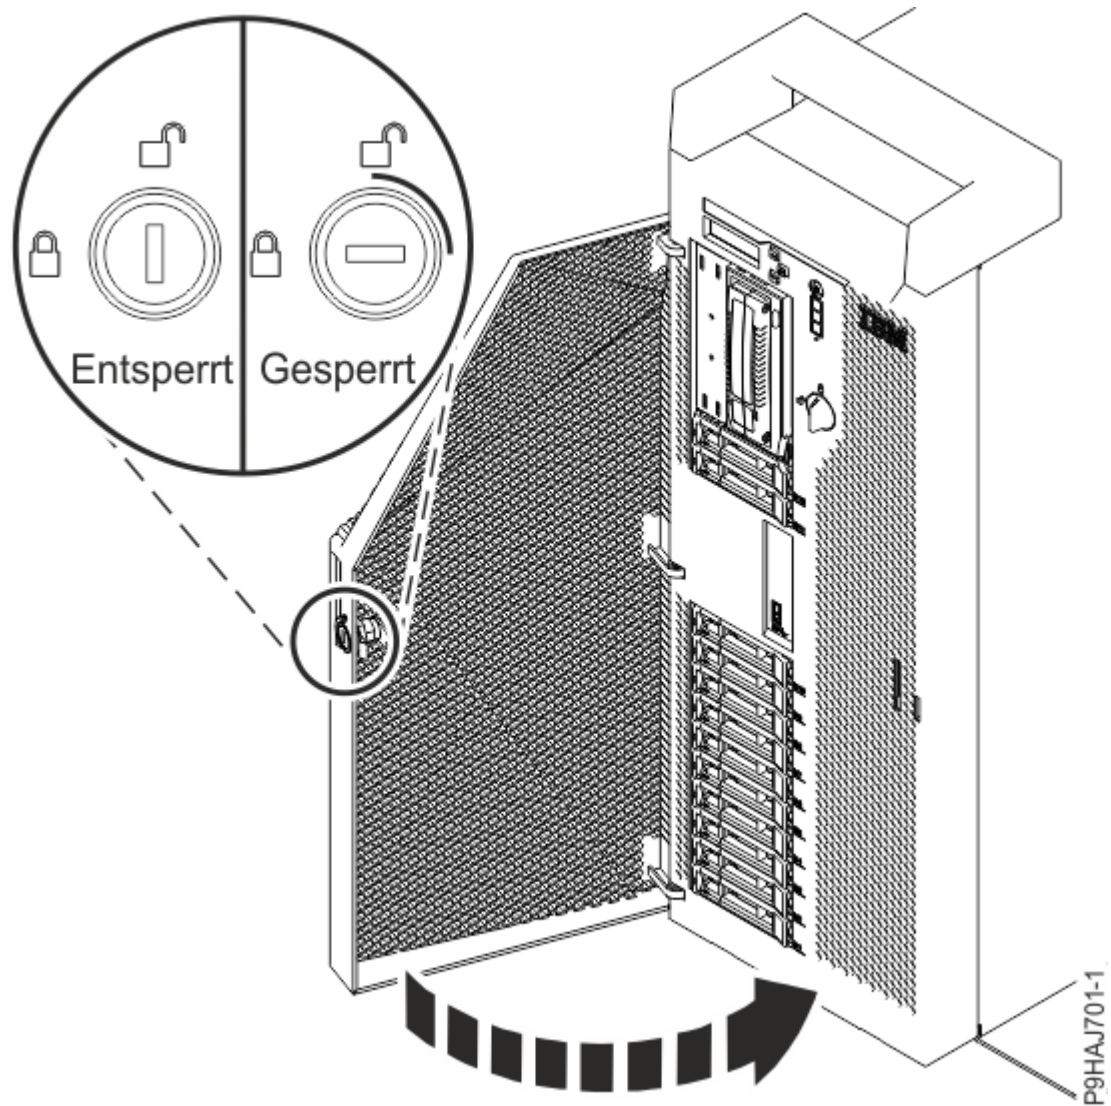

Abbildung 38. Vordere Klappe verriegeln
- e) Schließen Sie die vordere Klappe. Stecken Sie den Schlüssel der vorderen Klappe in das Schloss (siehe Abbildung 38 auf Seite 40). Drehen Sie den Schlüssel nach rechts (im Uhrzeigersinn), um die Klappe zu verriegeln. Horizontal bedeutet, dass die Klappe gesperrt ist; vertikal, dass sie entsperrt ist.